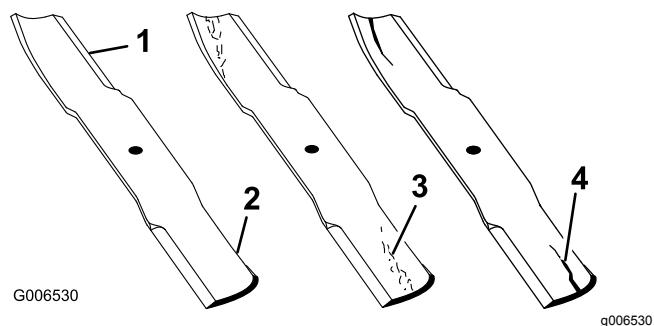

Figura 55
1. Ispécione as extremidades de corte (Figura 55).
4. Se verificar quaisquer fissuras, desgaste, ou a formação de ranhuras nesta área instale imediatamente uma lâmina nova (Figura 55).